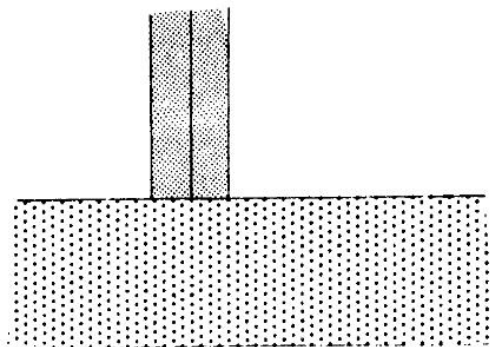

Рис. 137
2. Приклейте прокладку к припуску на подгиб (рис. 137).